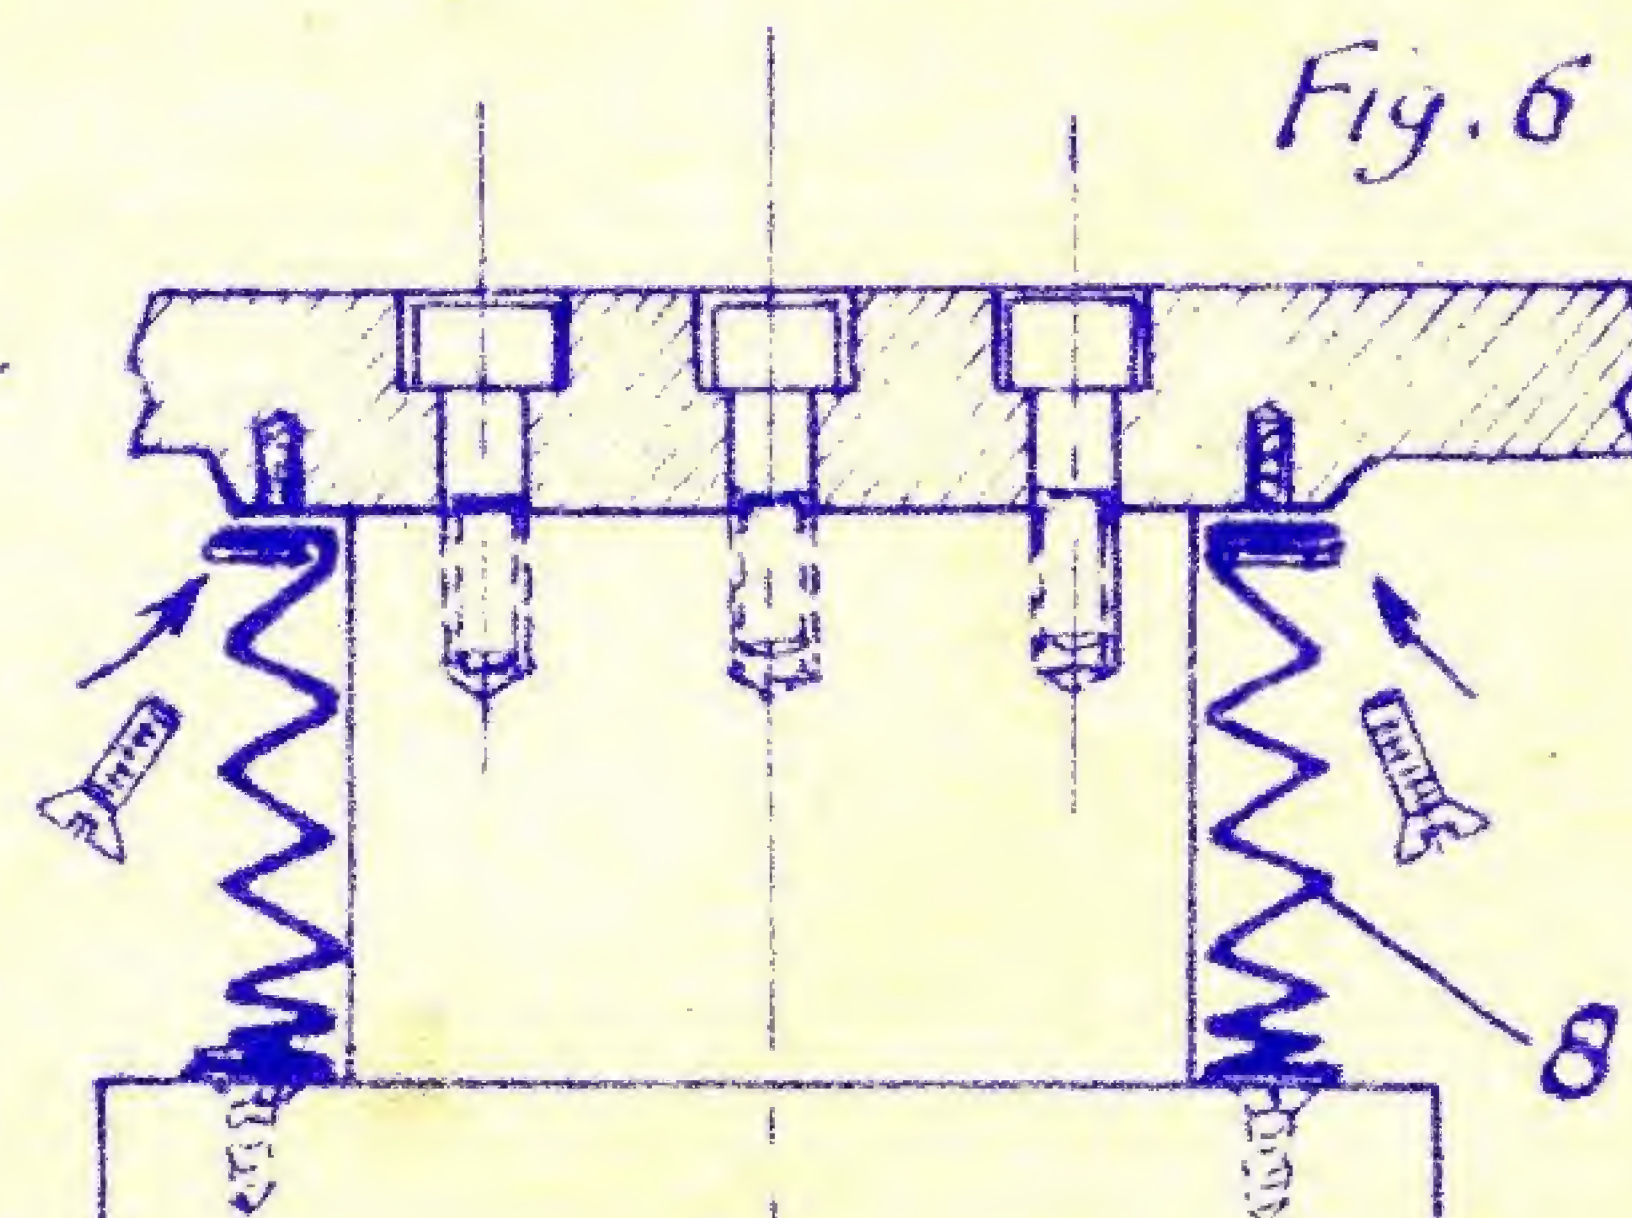

Fig. 6
- 5°) - Fixer la partie supérieure du cuir (8) (fig.6) à l'aide des 4 vis T.F. (cette opération est facilitée lorsque le coulisseau se trouve aux 3/4 du haut de sa course verticale).
- 6°) - Reboucher le trou supérieur de la table avec la vis (7) qu'il faut légèrement noyer, puis remonter la fausse-table après avoir soigneusement nettoyé et huilé les 2 faces en contact (utiliser de l'huile fluide très propre).
↑ Fig. 6